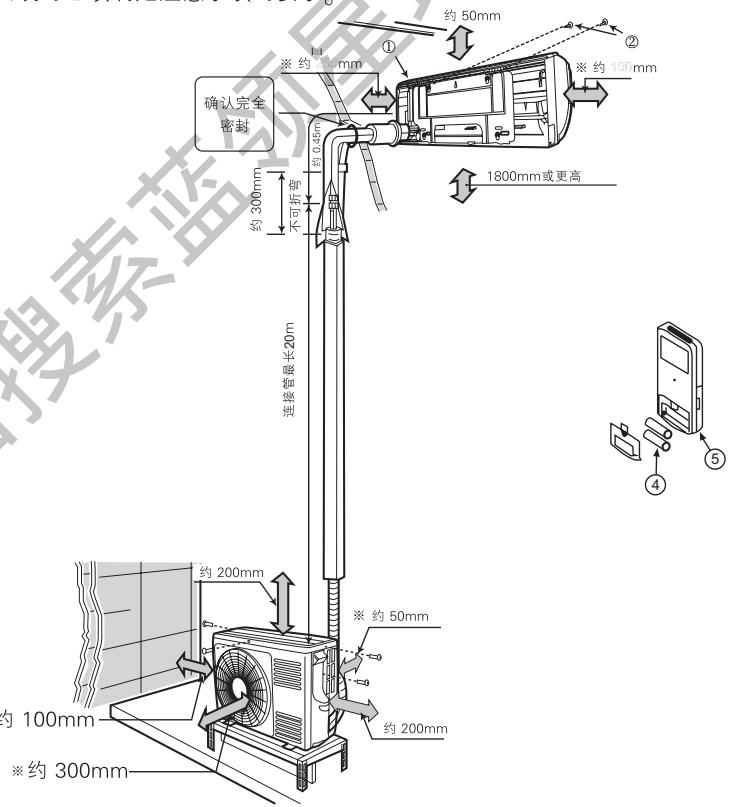

图1
- 为了便于修理,室内机组旁边应如图1般保留空间。
- 如图1所示保留室外机组旁的空位,避免任何障碍物妨碍通风系统。
1 示图1是连接配管安装成形。
2 根据总装示图1结合对应附件按要求牢固安装。